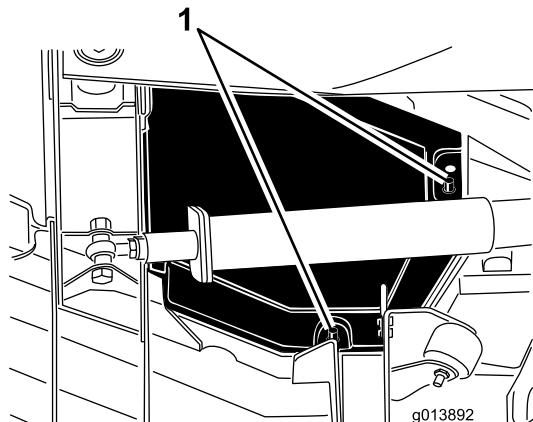

Figura 47
- Separé los bordes trasero e interior de la cubierta de las clavijas de montaje (Figura 47).